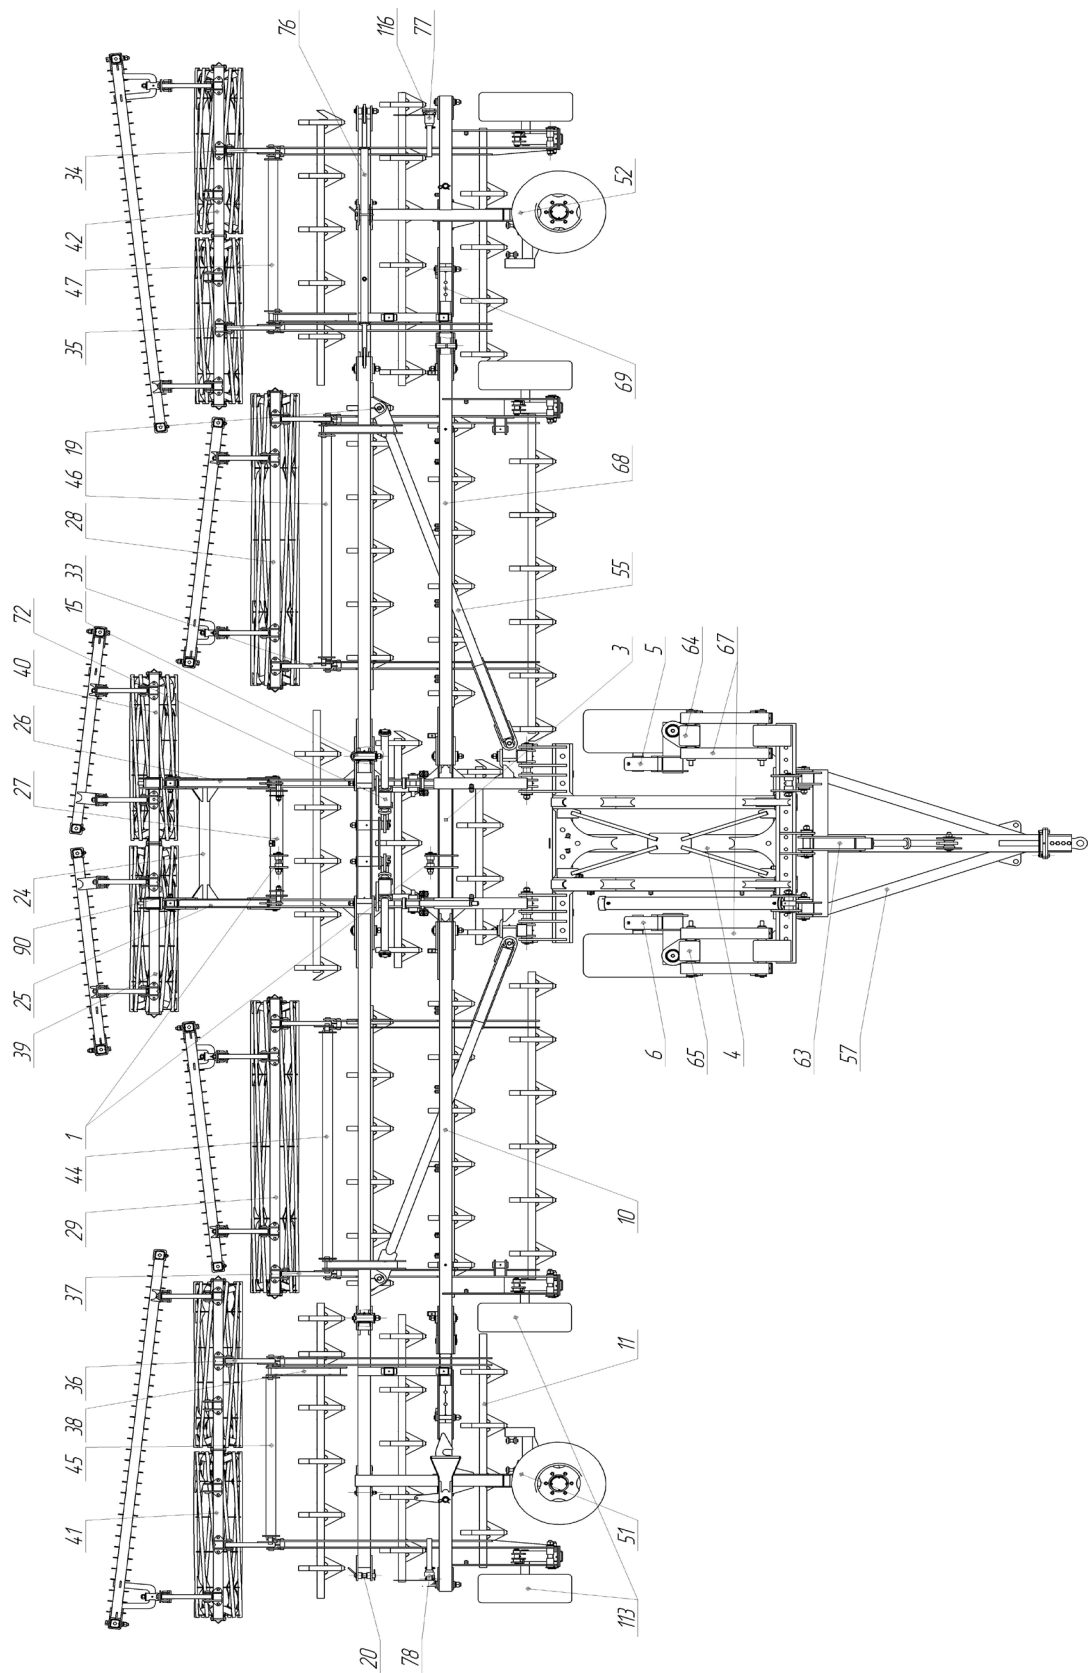

Рисунок 1. Культиватор модульный прицепной
Культиватор (рис. 1) состоит из следующих основных сборочных единиц: дышло 57, остова 4, секция центральная 3, секция внутренняя правая 10 и левая 68, секция наружная правая 11 и левая 69, транспортные колёса – 5, 6, 51, 52, опорные колеса для рабочего положения 113, блоки катков – 28, 29, 39, 40, 41, 42.
- транспортировка культиватора с незаблокированными с помощью гидрокранов гидроцилиндров транспортных колёс – 51, 52 (рис. 1);
3.6 Собранный культиватор стропить только в местах, указанных на его раме. Механизм опорных колёс – 64, 65 (рис. 1), при подъёме, должен быть зафиксирован от самопроизвольного опускания. Нахождение строповщика в зоне подъёма культиватора запрещено.
3.7 При транспортировке культиватора в составе агрегата культиватор должен быть переведен в транспортное положение. На опорных колёсах – 64, 65 (рис. 1) должны быть установлены упоры, обеспечивающие равномерный дорожный просвет под рамой, ограничительные цепи навесной системы трактора затянуты, гидроцилиндры транспортных колёс – 51, 52 (рис. 1) заперты с помощью гидрокранов на цилиндрах, гидроцилиндр подъёма катков центральной секции – 39, 40 (рис. 1), находится в сжатом состоянии, регулировочные проставки сняты, а сами катки развернуты гидроцилиндром параллельно направлению движения. Упорный палец из ползуна 63 (рис. 1) – вынут. В случае если какой-либо элемент
ВНИМАНИЕ! В Транспортном положении рычаг управления гидроцилиндрами подъёма/опускания рамы культиватора, установленными между остоном 4 и центральной секцией 3 (рис. 1) должен находиться в положении «плавающее»
4.4 Агрегатирование культиватора с трактором производится на ровной площадке. Трактор задним ходом подъезжает к культиватору так, чтобы сцепное устройство трактора соединилось с прицепной петлей культиватора, установленной на дышло 57 (рис. 1). Ограничительные цепи навесной системы трактора (если имеются) должны быть натянуты, блокируя нижние тяги между собой. В случае, если трактор оснащен сцепной петлей не имеющей регулировки по высоте, необходимо переставить по регулировочным отверстиям кронштейн прицепной петли культиватора на необходимую высоту, при этом дышло должно располагаться параллельно земле.
Перед началом раскладывания, при заезде на поле, транспортные колёса – 5, 6 (рис. 1), находятся в положении для движения вперёд. Для облегчения процесса раскладывания рекомендуется выполнить следующий маневр – проехать немного дальше места начала работ, с культиватором в транспортном положении проехать задним ходом, для поворота транспортных колёс – 5, 6 в положение движения задним ходом, начать раскладывание.